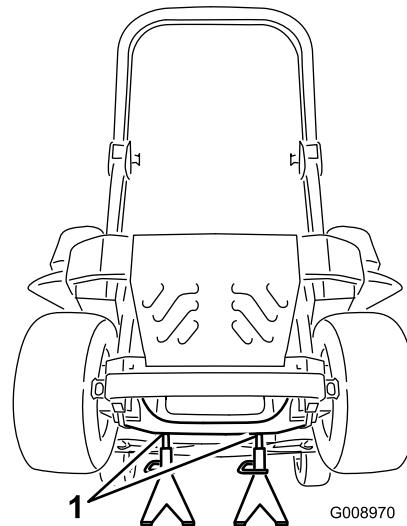

Figure 82
3. Soulevez la machine sur des chandelles (Figure 82).
- 9. Retirez les chandelles et abaissez la machine (Figure 82).